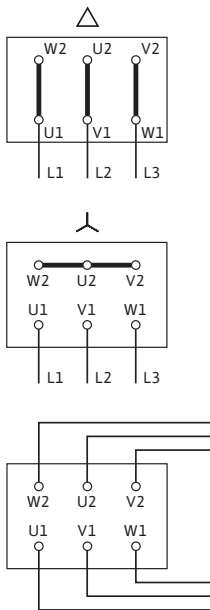

Fig. 11: Nettilkobling
- Koblingsskjemaet for elektrisk tilkobling befinner seg i koblingsboksens deksel (se også fig. 11).
- Netttilkoblingen til klemmebrettet er avhengig av motorytelsen  $P_2$ , nettspenningen og innkoblingstypen. Den nødvendige koblingen til forbindelsesbroene i koblingsboksen finner du i påfølgende tabell og fig. 11.